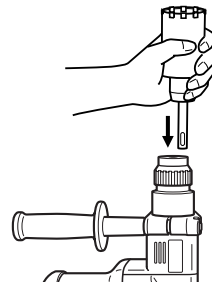
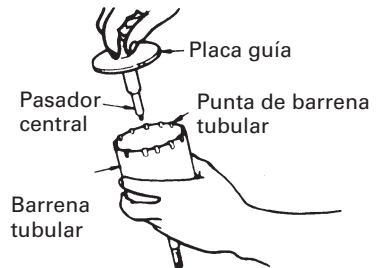

Fig. 16
Fig. 17
(2) Montar la espiga de la barrena tubular en el martillo giratorio. (Fig. 16)
(3) Insertar el pasador central en la placa guía hasta que se pare.
(4) Unir la placa guía con la barrena tubular y girar la placa guía hacia la izquierda o hacia la derecha de forma que no se caiga a pesar de estar indicando hacia abajo. (Fig. 17)